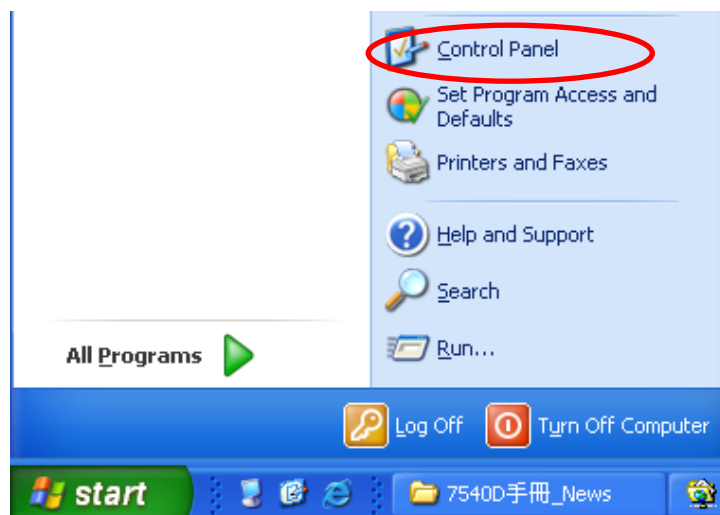

图 3-7： 选择「控制台」
Step 1: 点选在任务栏的「开始」，然后点击「控制台」，如图 3-7 所示：